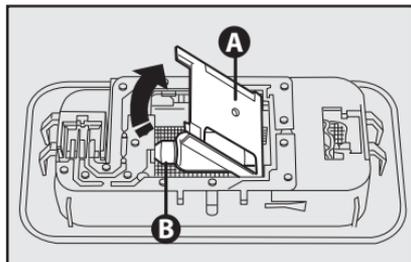

fig. 27
- Abrir a tampa **A-fig. 27** no sentido indicado pela seta;
- Retirar a lâmpada **B-fig. 27** e substituí-la;